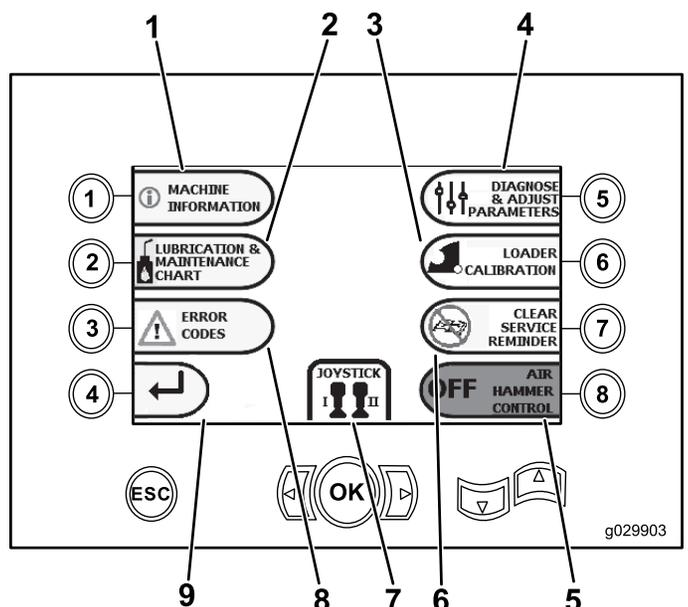

Figure 8
- Bouton 5 – Diagnostic et réglage des paramètres (Figure 8)
- Bouton 6 – Réglage de l'étalonnage du chargeur (Figure 8)
- Bouton 7 – Suppression d'un rappel d'entretien (Figure 8)
- Bouton 8 – Commande du marteau pneumatique (Figure 8)
- Bouton OK – Retour à l' Écran de sélection de commandes (page 5) comme montré à la Figure 8